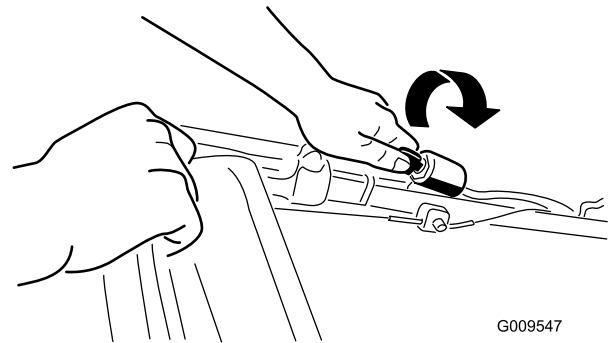
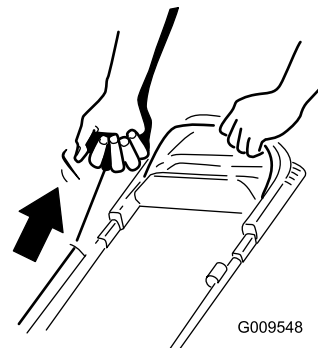

Bild 11
Bild 12
2. Drehen Sie den Zündschlüssel (Bild 11) (nur Modelle mit Elektrostart) oder ziehen Sie am Rücklaufstarterbügel (Bild 12).
kräftig durch (Bild 12). Lassen Sie das Seil langsam zum Bügel zurücklaufen.